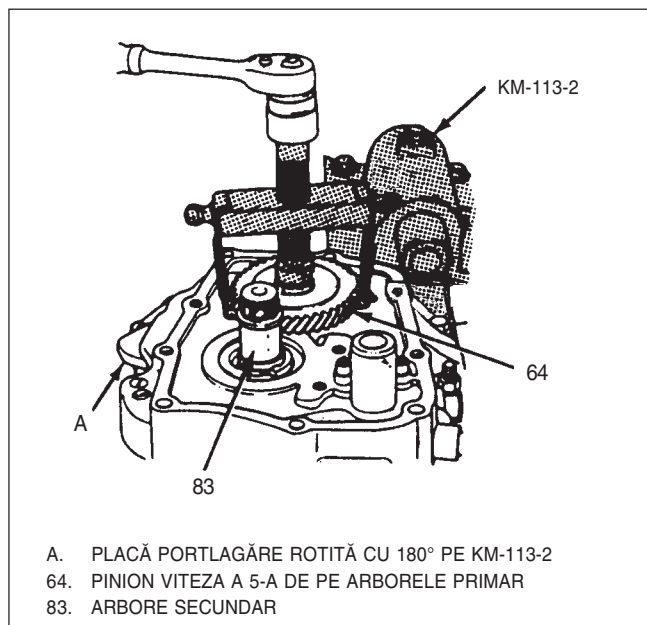
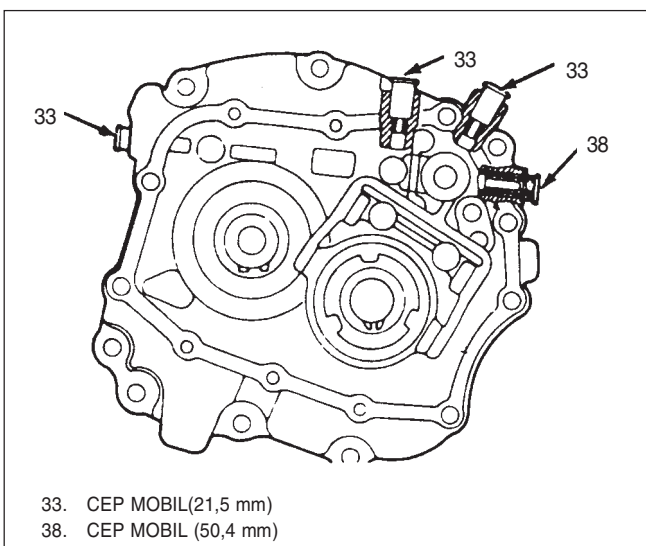

Fig. 12 Demontare pinion viteza a 5-a de pe arborele primar
Fig. 14 Cepurile mobile
12) Siguranță(63) și pinion viteza a 5-a de pe arborele primar (70), cu KM-553A, Fig 12.
- Se poziționează capătul arborelui primar(70) pe suport înaintea montării extractorului.
13) Șuruburi(41) și element de prindere tijă interblocare (46).
14) Patru cepuri(33și38), cu disp KM457A și KM-J-7004, Fig 14 și 15.